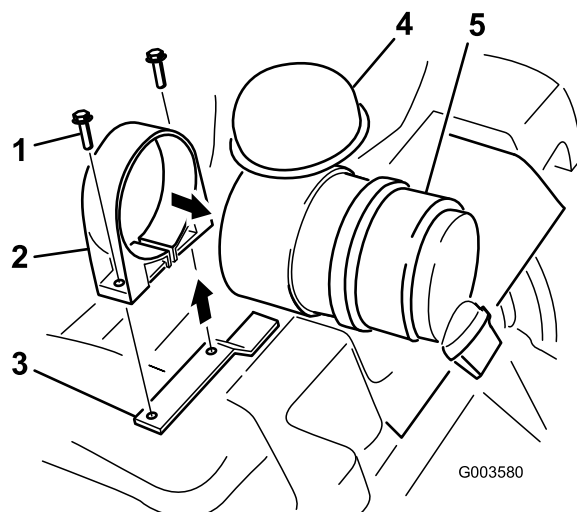

図 4
6. エアクリーナのストラップをゆるめ、キャニスタから引き抜く (フィルタを抜き取った側から引き抜く) (図 4)。